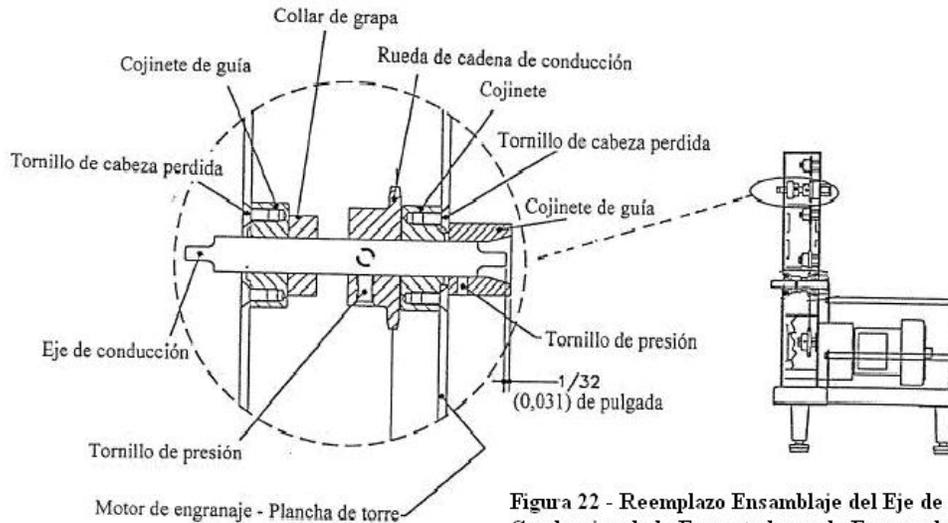
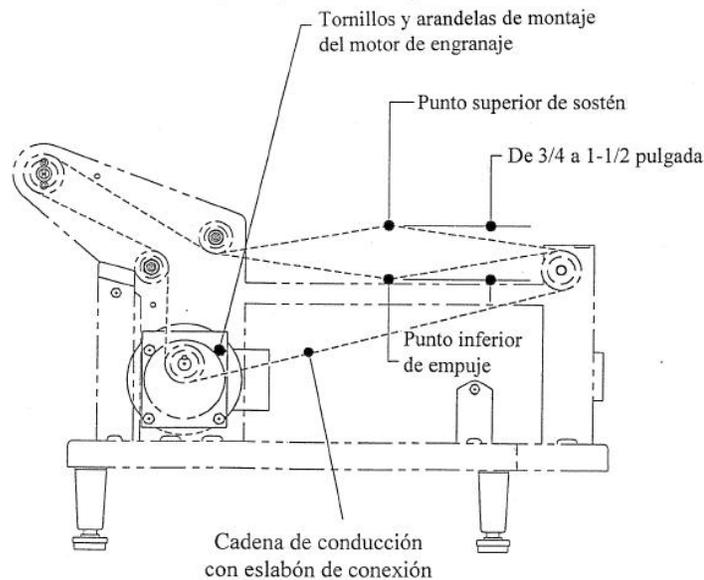

Figura 22 - Reemplazo Ensamblaje del Eje de Conduccion de la Empastadora y la Empanadora
Figura 23
9. Rearme el ensamblaje del eje de conducción con componentes nuevos. Asegúrese de que la rueda dentada de conducción esté instalada como lo muestra la **Figura 22** y que la cadena de conducción engrane a las otras ruedas dentadas como se ha mostrado en la **Figura 23 de la Sección 9.1.7**.
(Estudie la Figura 22 y 23)
9.1.6.1 Servicio del Eje de Conducción de la Empastadora (Estudie la Figura 22) (Continuación)